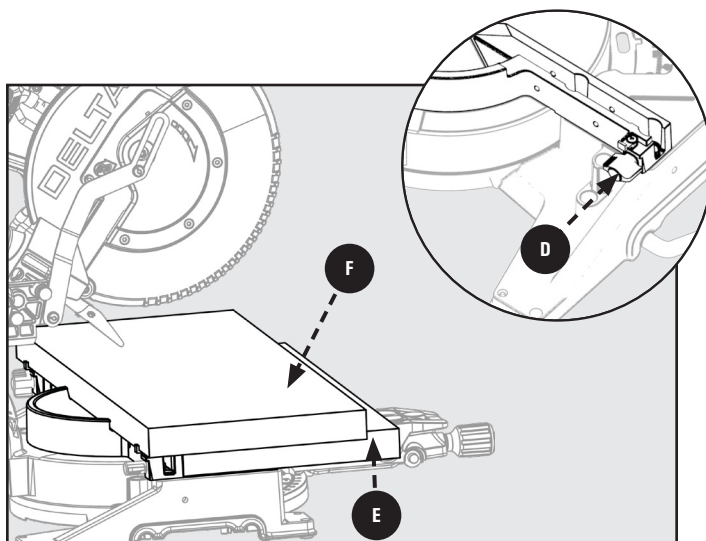

Figura 41
2. Voltee las lengüetas de apoyo **D** hacia su posición. Las lengüetas **D** están ubicadas en el lado izquierdo y derecho de la guía tope inferior (fija). Estas funcionarán como el tope posterior de la pieza de trabajo. Consulte la Figura 41.
3. Deberá añadir una tabla auxiliar de mesa de 2 x 12 pulgada (1 1/2 x 11 5/8 pulgada) **E** para soportar su pieza de trabajo de gran capacidad **F**. Consulte la Figura 41.